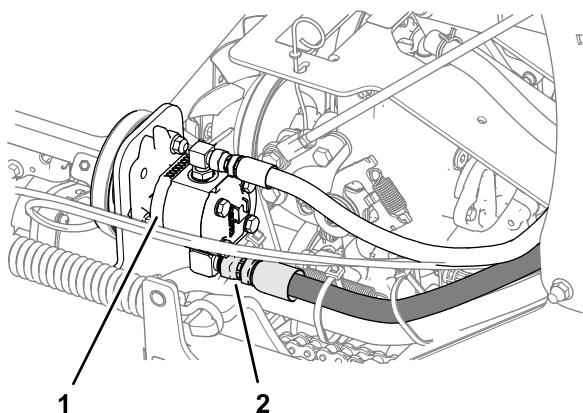

Figura 51
6. Afloje la manguera de aspiración del acoplamiento de la bomba, limpie alrededor del acoplamiento y deje que se drene el aceite (Figura 51).